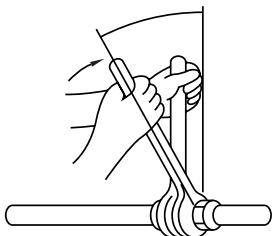

Fig. 5-10
- Aplique uma camada fina de óleo refrigerante na superfície de encaixe do tubo. (Fig. 5-10)